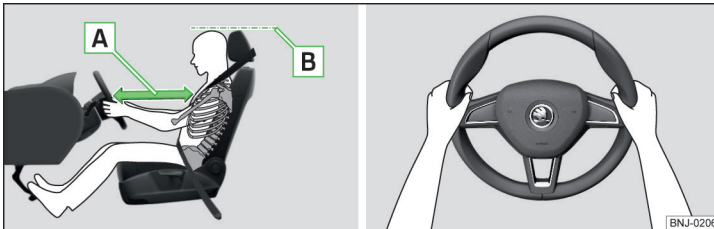

Abb. 15 Richtige Sitzposition des Fahrers / Richtige Lenkradhaltung
- ✓ Das Lenkrad so einstellen, dass der Abstand zwischen Lenkrad und Brust/Bein mindestens 25 cm beträgt » Abb. 15 - **A**.
- ✓ Die Kopfstütze so einstellen, dass die Oberkante der Kopfstütze sich möglichst auf einer Höhe mit dem oberen Teil Ihres Kopfes befindet (gilt nicht für Sitze mit integrierter Kopfstütze) » Abb. 15 - **B**.
- Während der Fahrt das Lenkrad mit beiden Händen seitlich am äußeren Rand in der „9-Uhr“- und „3-Uhr“-Position festhalten » Abb. 15. Niemals das Lenkrad in der „12-Uhr“-Position oder in einer anderen Art und Weise festhalten (z. B. in der Lenkradmitte, am inneren Lenkradrand u. Ä.). Anderenfalls könnte man sich bei der Airbagauslösung schwere Verletzungen an Armen, Händen und Kopf zuziehen.
- ✓ Die Kopfstütze so einstellen, dass die Oberkante der Kopfstütze sich möglichst auf einer Höhe mit dem oberen Teil Ihres Kopfes befindet » Abb. 15 auf Seite 20 - **B** (gilt nicht für Sitze mit integrierter Kopfstütze).
» Abb. 15 auf Seite 20 - **B**.